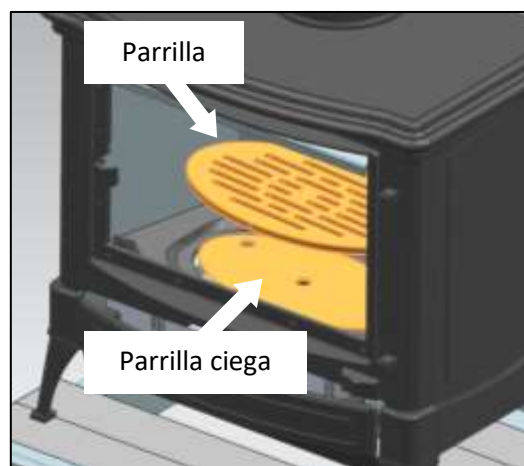

Fig. 20
**Si la estufa dispone de parrilla ciega, debe retirarla antes de proceder a la limpieza de las cenizas (fig. 20).** Para quitar el cenicero de la estufa, tome la herramienta suministrada y tire suavemente del cenicero. Esta herramienta no puede utilizarse para transportar el mismo. **Utilice guantes resistentes a altas temperaturas para coger el cajón por ambos lados.**